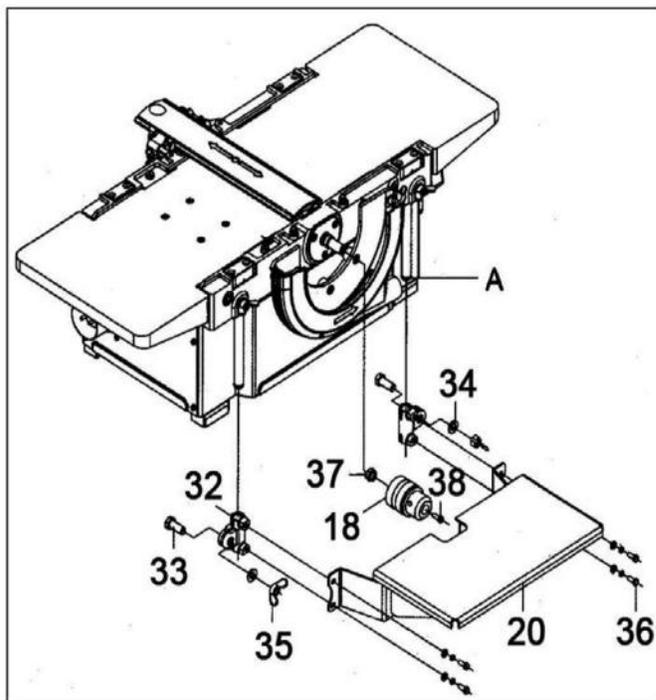

Рис. 29
Предварительно установите в станину станка зажимы-держатели (32) для фрезерного стола (20) (См. Рис.29).
Установите зажимы-держатели на стержнях опоры, предварительно сняв кольца (А) (См. Рис.29), а затем их вновь установив. Держатели должны свободно перемещаться вдоль стержневых опор.
Установите сверлильный стол (20) на держателе (32), закрепив его при помощи винтов с шайбами (36) (См. Рис.29).
Установите на рабочий вал гайку (37)(См. Рис.29).
Патрон следует зафиксировать винтом (38) (См. Рис.29). Полностью откройте патрона и через максимально разведенные кулачки патрона, вставьте винт крепления внутрь. Крепко закрутите винт крепления патрона.
Демонтаж патрона следует начинать с откручивания винта-фиксатора (38) (См. Рис.29). Запрещается бить по сверлильному патрону молотком во время его демонтажа, так как можно повредить патрон и рабочий вал станка.
Отрегулируйте необходимую высоту сверлильного стола в соответствии с размерами заготовки. Закрутите гайки-барашки крепления стола (35) (См. Рис. 29).